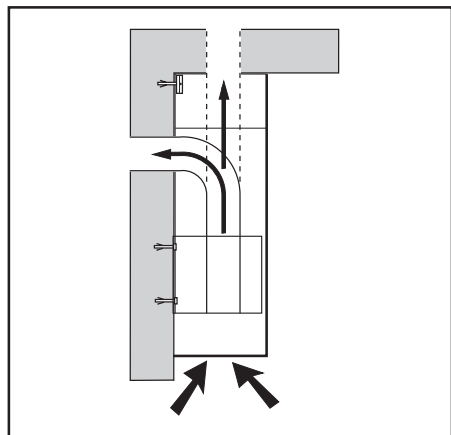

Fig.1
1. Decida la posición del tubo entre la campana y el exterior (**Fig. 1**).